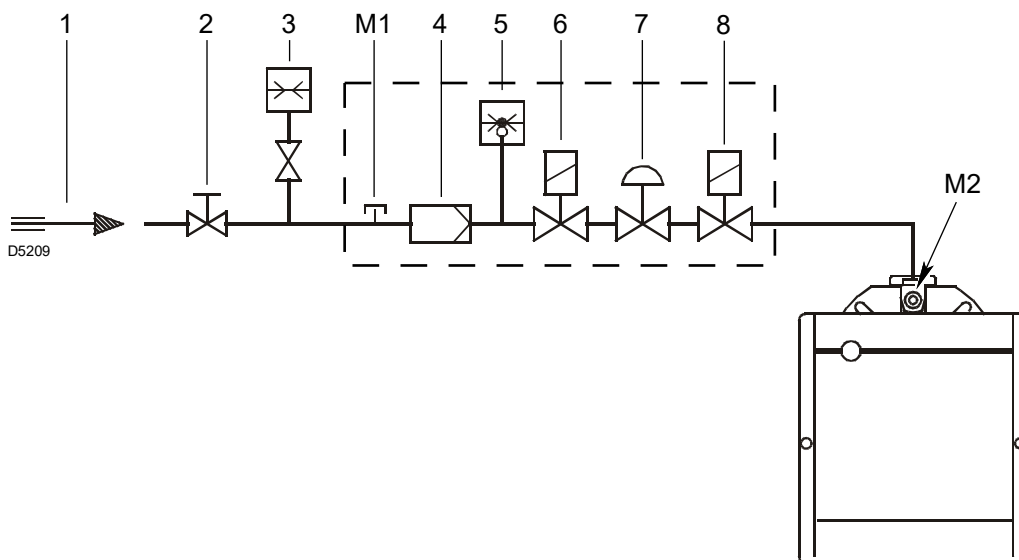

Рис. 16
Обозначения (Рис. 16)
Давление газа, измеренное на штуцере M2(Рис. 16), с:
- отнимите от давления газа на штуцере M2(Рис. 16) давление в камере сгорания.
Давление газа на штуцере M2) (Рис. 16) = 10 мбар
Чтобы узнать давление газа, необходимое на штуцере M2) (Рис. 16) в условиях максимальной мощности модуляции, при которой должна работать горелка, выполните следующее:
- Посмотрите справа в столбце 1 давление на штуцере M2) (Рис. 16).